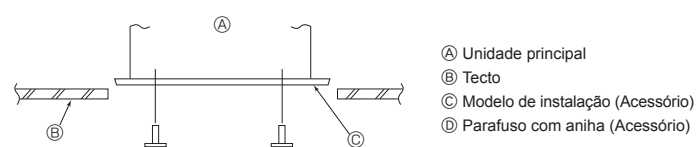

Fig. 4-7
4.6. Confirmação da posição da unidade principal e aperto dos parafusos de suspensão (Fig. 4-7)